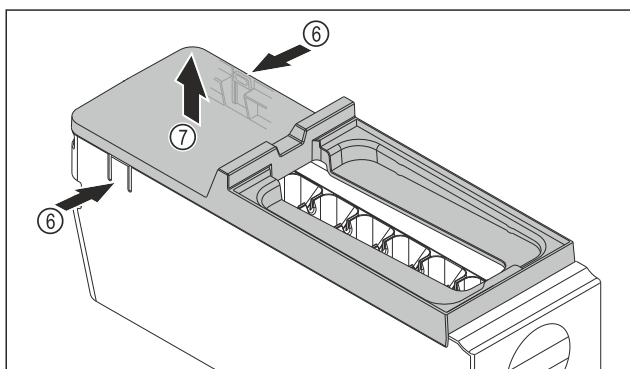

Fig. 79
- ▶ Изваждане на капака на корпуса на EasyTwist-Ice: Натиснете езичетата Fig. 79 (6) от двете страни на корпуса на EasyTwist-Ice с една ръка.
- ▶ С другата ръка извадете капака Fig. 79 (7) нагоре.